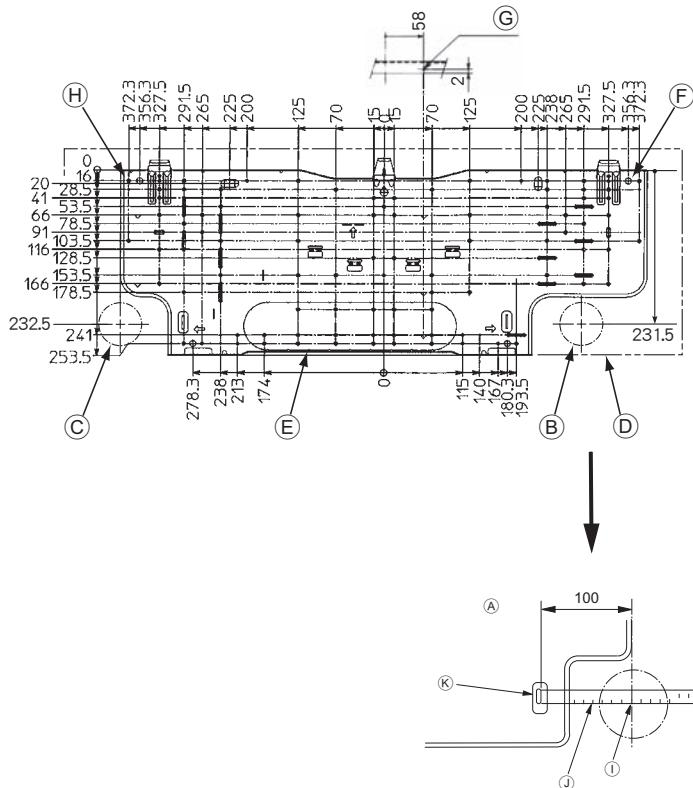

Fig. 3-2
■ PKFY-P·VHM-E (Fig. 3-2)
- Ⓐ Placa de montagem ①